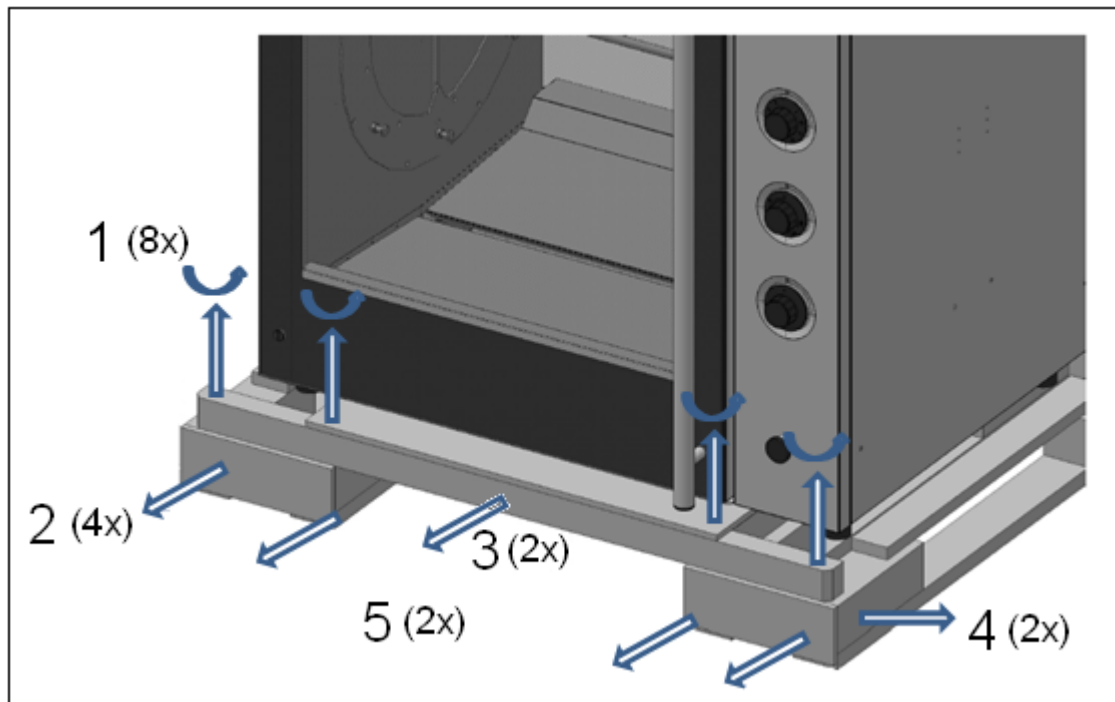

Figura 1.5
**Prima di disimballare l'unità è necessario smontare il pallet. Utilizzare a tal fine le istruzioni della figura 1.5.**